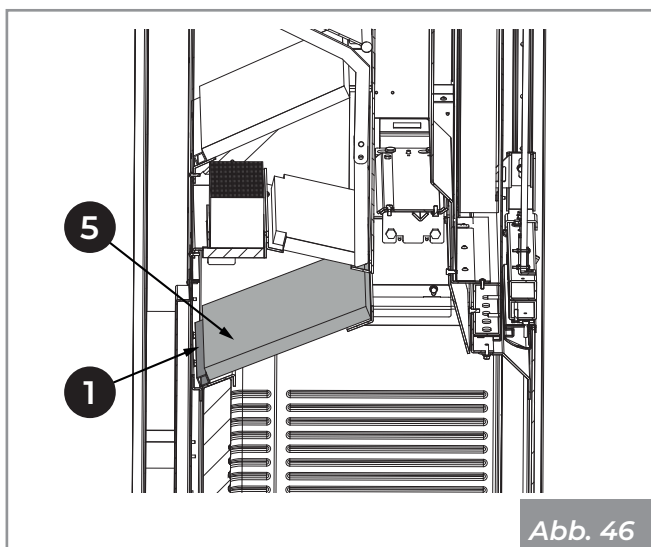

Abb. 46
- 4) Die Platten (5) herausziehen und entfernen (**Abb. 46**).
- 5) Das Distanzstück (1) herausziehen und entfernen.